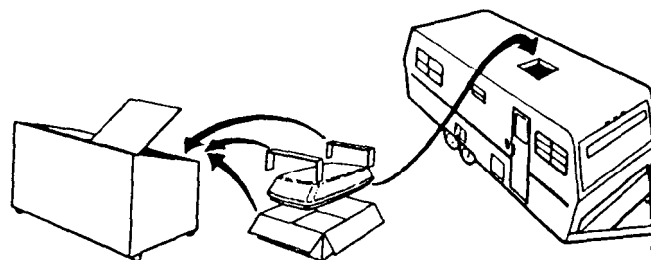

FIG. 5.A.1
- A. Ta bort emballaget från luftkonditioneringen och kasta bort det. (Fig. 5.A.1)
B. **LYFT UPP OCH PLACERA** aggregatet över den iordningställda öppningen i taket. Den **trubbiga änden** av luftkonditioneringen skall vändas **bakåt**. (Fig. 5.B.2)